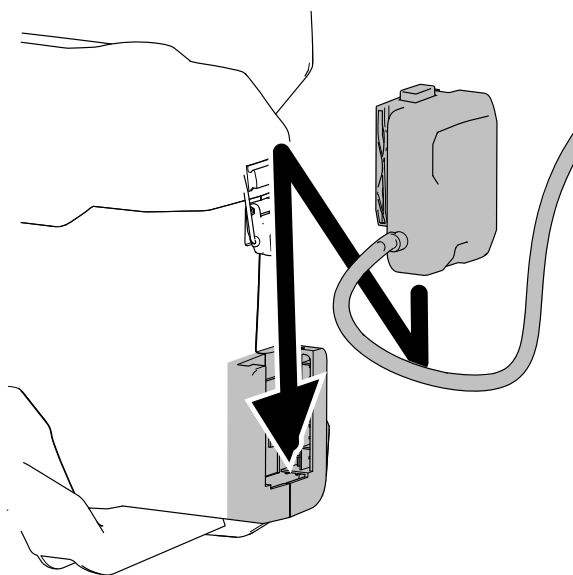

Figura 4
1. Alinhe o conector da mochila à mochila e deslize-o para dentro da mochila até que se encaixe no fecho (Figura 4).